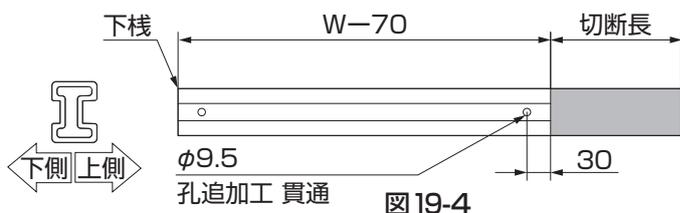

図 19-4
④下棧を切断した側から30mmでφ9.5の下孔を貫通してあげてください。(図19-4参照)